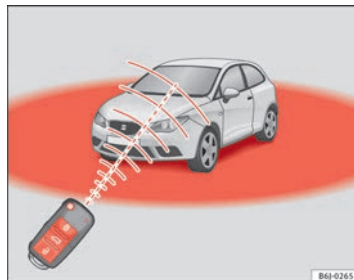

Abb. 46 Wirkungsbereich der Funk-Fernbedienung
Zudem blinkt die Batterie-Kontrollleuchte des Schlüssels $\Rightarrow$ Abb. 46 auf.
- Die Funk-Fernbedienung funktioniert nur innerhalb ihres Wirkungsbereiches ⇒ Abb. 46.